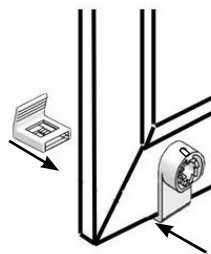

Рис.20
- а) кронштейн устанавливается на открывающиеся створки без сверления (аналогично накладному кронштейну) (Рис.20);